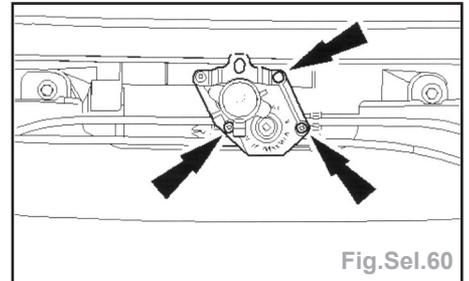

Fig.Sel.60
- Déposer le lève-vitre de toit ouvrant (Fig.Sel.60).